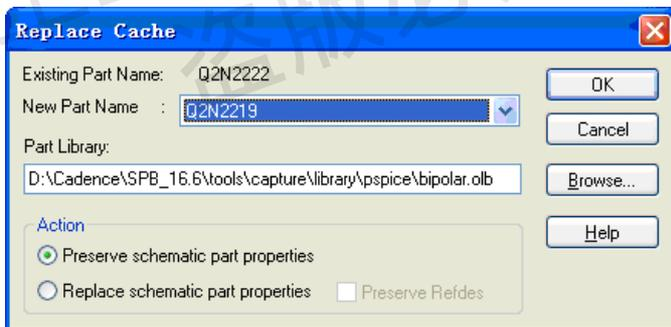

图 2-29 Replace Cache 设置框
② 在 Design 下拉子命令菜单中,选择执行 Replace Cache 命令,屏幕上出现图 2-29 所示设置框。在 Existing Part Name 后面显示的是被选中需要被替换的器件名称 Q2N2222。
③ 在 New Part Name 文本框中键入用来替换的器件名称。本例中设置为 Q2N2219。
⑤ 单击 OK 按钮,完成元器件的替换。按照图 2-29 设置,电路中所有 Q2N2222 晶体管都被替换为 Q2N2219。